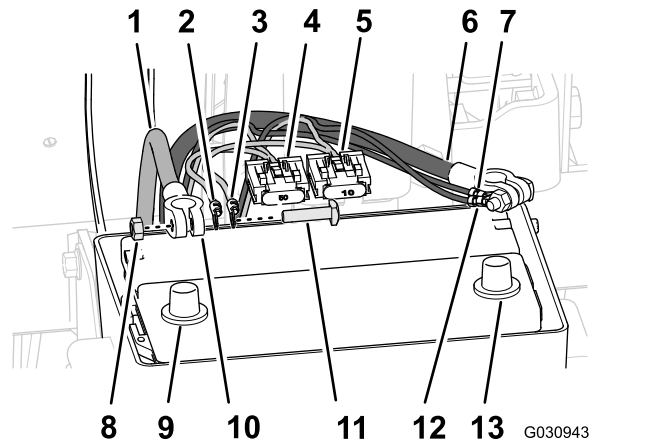

Figura 144
1. Enrute el terminal positivo (cable rojo), el terminal negativo (cable negro) y el bloque de fusibles (50 A) del arnés de cables trasero hacia arriba entre la caja de la batería y el chasis de la máquina (Figura 144).
3. Retire los pernos en T y las tuercas hexagonales de los terminales de los cables positivo y negativo de la batería (Figura 144).
4. Ensamble un perno en T a través del terminal positivo (cable rojo) del arnés de cables trasero, el terminal positivo del arnés eléctrico de navegación y el terminal del cable positivo de la batería (Figura 144).
5. Sujete provisionalmente los terminales y el perno en T con una tuerca hexagonal (Figura 144).
trasero, el terminal negativo del arnés eléctrico de navegación y el terminal del cable negativo de la batería (Figura 144).
7. Sujete provisionalmente los terminales y el perno en T con una tuerca hexagonal (Figura 144).